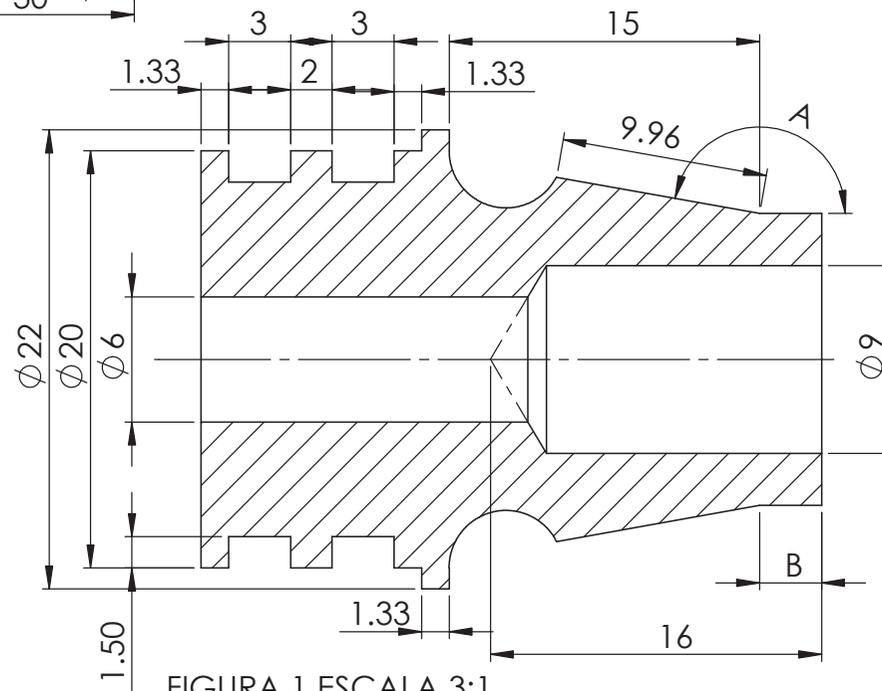

FIGURA 1 ESCALA 3:1
**Problema (6.0 Pts.)** Como ingeniero de producción de una empresa, se le ha asignado la tarea de preparar la línea de producción para la manufactura de 1.000.000 de piezas torneadas como se muestra en la figura 1. Al hacer un levantamiento de los equipos disponibles, nota que la alimentadora de barras tiene toda su parte electrónica dañada y su asesor le indica que no tiene reparación. Ud., dados sus vastos conocimientos en programación con microcontroladores decide rehacer la parte electrónica específicamente para este trabajo, dado que el fabricante de la máquina quebró.
Los detalles de la pieza de la figura 1 indican que el ángulo A y la longitud B son variables, en la reunión se define el código siguiente para hacer las piezas indicadas: